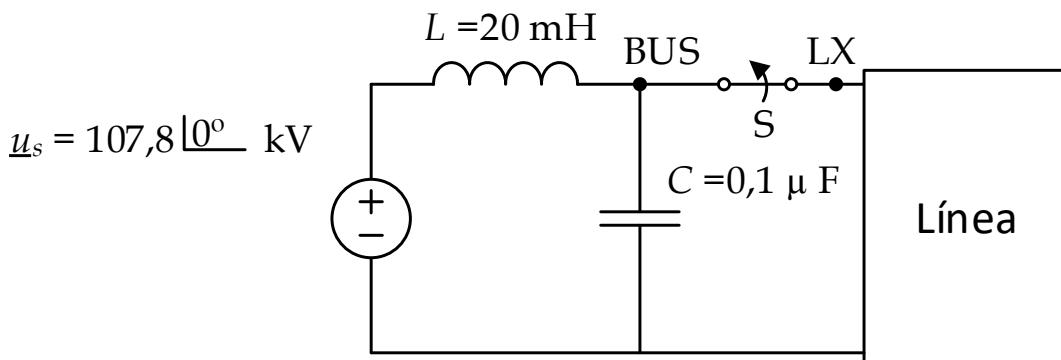

Figura 1
1.- En el sistema representado en la figura 1 se ha producido una falta trifásica en el punto LX (en bornes del interruptor S). De acuerdo con los estudiado en el capítulo de tensiones transitorias de restablecimiento, con el empleo de un modelo monofásico del sistema, se pide:
2.- Hallar las TTR, de forma analítica y gráfica, en el sistema de la Figura 1 si la falta trifásica se produce en la línea a unas distancias del interruptor de 2 km, 10 km, 20 km y 90 km.